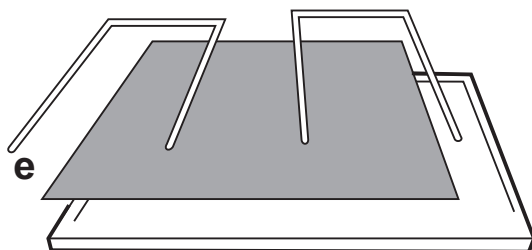

Fig. 3
3. Scoateți dispozitivul de blocare al filtrului pentru grăsime. **Fig. 3 (e).**